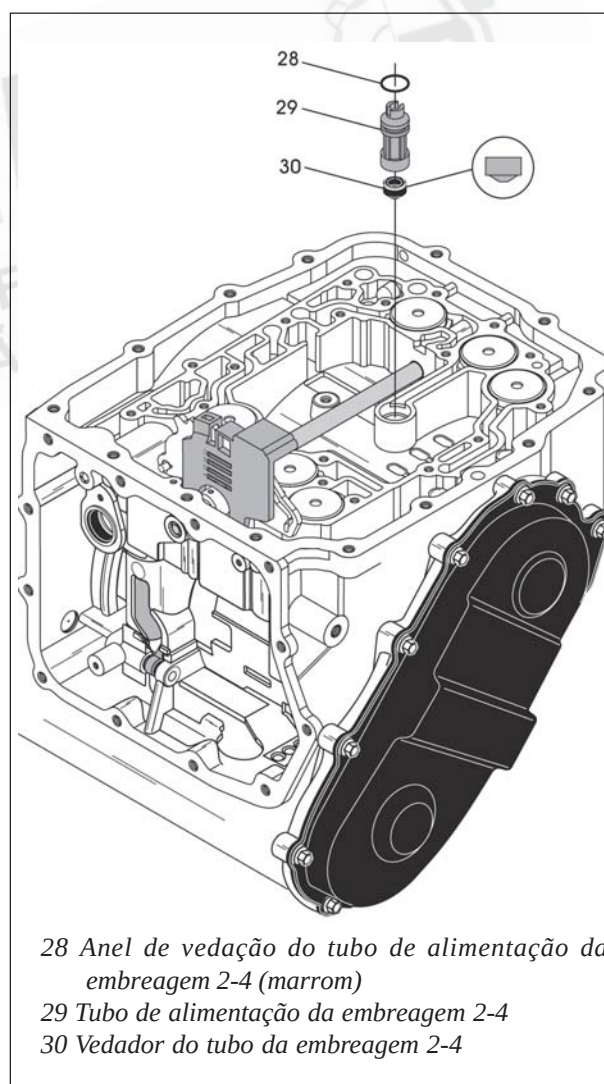

Figura 274
78. Instale um novo vedador no tubo de alimentação da embreagem 2-4 **EXATAMENTE** como mostra a figura 274.
79. Lubrifique e instale um novo anel O-ring no tubo de alimentação da embreagem 2-4, conforme mostra a figura 274.
80. Instale o conjunto do tubo de alimentação da embreagem 2-4 em seu alojamento na carcaça, **EXATAMENTE** como mostrado na figura 274.